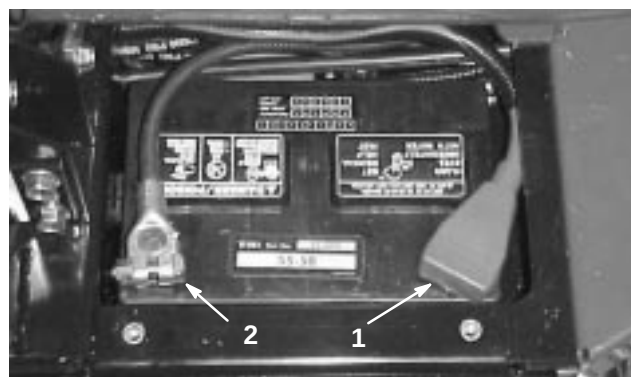

Bild 2
7. Klemmen Sie das Pluskabel (Rot) am Pluspol (+) der Batterie und das Minuskabel (Schwarz) am Minuspol (–) der Batterie an, wobei Sie die Kopfschrauben und Muttern verwenden (Bild 2). Stellen Sie sicher, dass die Plusklemme (+) vollständig auf den Pluspol aufgezogen und das Kabel fest an die Batterie angeklemmt ist. Das Kabel darf die Batterieabdeckung nicht berühren. Ziehen Sie die Gummischuh über den Pluspol, um Kurzschlüssen vorzubeugen.